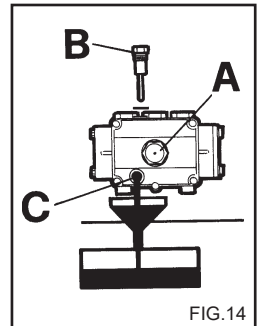

FIG.14
2) Skruva ur locket med oljesticken (fig. 14).